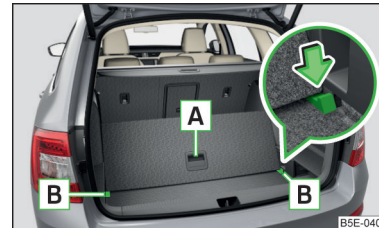

Abb. 146
- › Zum **Unterteilen** den variablen Ladeboden am Griff **A** anheben und den hinteren Rand des variablen Ladebodens in die Nuten **B** in Pfeilrichtung einschieben » Abb. 146.